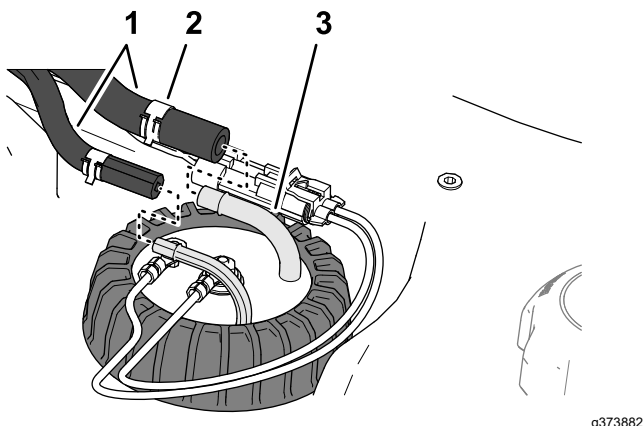

Figure 129
5. Branchez les flexibles sur les raccords du transmetteur de niveau de carburant, et fixez-les en place sur les raccords avec les colliers (Figure 129).